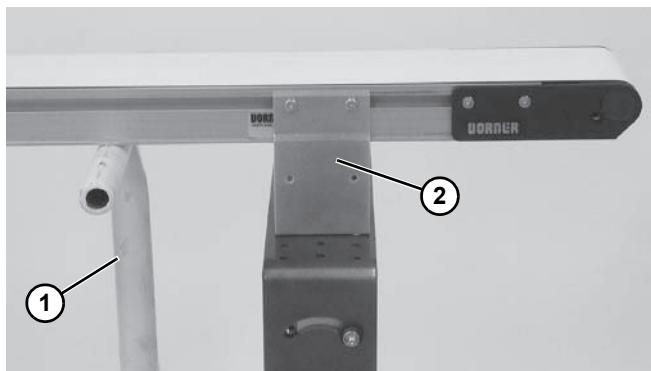

Figura 44
- Colocar pies de soporte temporales (**Figura 44, parte 1**) en ambos lados del transportador.
- Retirar los soportes de montaje (**Figura 44, parte 2**) de un lado del transportador. (Invierta los pasos 3 y 4 de la sección "Soportes de Montaje" de la página 21).